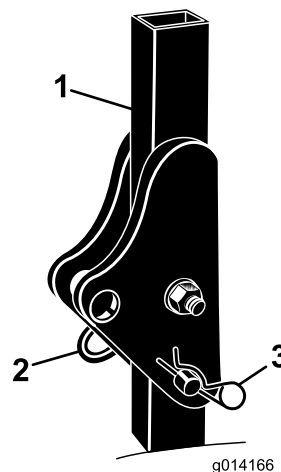

Figura 5
1. Remova os contrapinos e os pinos da barra de segurança (Figura 5).
2. Levante a barra de segurança na vertical, instale os dois pinos e fixe-os com os pernos de gancho (Figura 5).